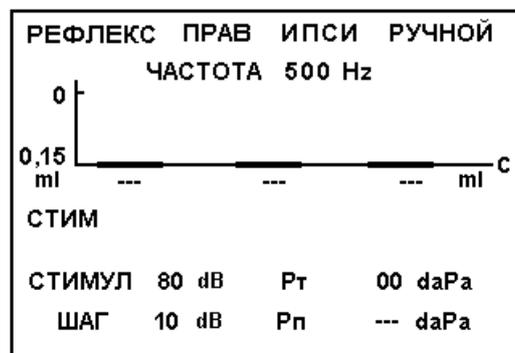

Рис.11 Режим РЕФЛЕКС
- На экране появится изображение, соответствующее режиму РЕФЛЕКС, пример которого показан на рис. 11.